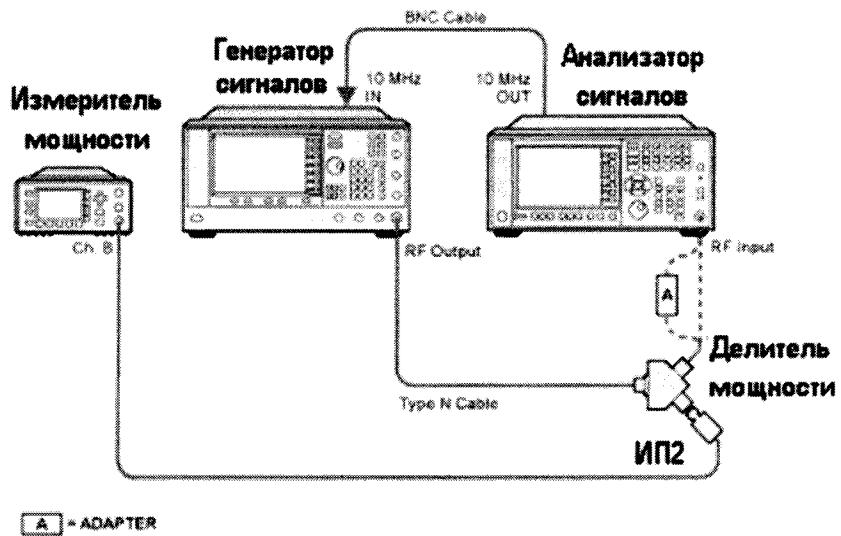

Рисунок 5
7.3.5.3 Отсоединить ИП1 от делителя. Освободившийся рукав делителя соединить с анализатором спектра (рисунок 5). На анализаторе установить DC coupled, предусилитель выключен, полоса обзора 1 МГц, ослабление аттенюатора 10 дБ. На генераторе установить уровень выходного сигнала -4 дБм, частота 50 МГц. Произвести измерения уровня сигнала уровня -10 дБм на частоте 50 МГц, установить маркер на пик, нажать маркер->дельта. Далее произвести измерения относительно 50 МГц на частотах  $3 \times 10^5, 1 \times 10^6, 5 \times 10^6, 1 \times 10^7, 15 \times 10^7, 45 \times 10^7, 95 \times 10^7, 1,25 \times 10^9, 1,85 \times 10^9, 2,25 \times 10^9, 2,95 \times 10^9, 3,55 \times 10^9$  Гц. Полученные значения зафиксировать, вычислить погрешность, учитывая погрешность делителя мощности.
7.3.5.6 Отсоединить ИП1 от делителя. Освободившийся рукав делителя с аттенюатором соединить с анализатором спектра (рисунок 5). На анализаторе установить DC coupled, предусилитель включен, полоса обзора 1 МГц, ослабление аттенюатора 10 дБ. На генераторе установить уровень выходного сигнала -4 дБм, частота 50 МГц. Произвести измерения уровня сигнала на частоте 50 МГц, установить маркер на пик, нажать маркер->дельта. Далее произвести измерения относительно 50 МГц на частотах  $3 \times 10^5$ ,  $1 \times 10^6$ ,  $5 \times 10^6$ ,  $1 \times 10^7$ ,  $15 \times 10^7$ ,  $45 \times 10^7$ ,  $95 \times 10^7$ ,  $1,25 \times 10^9$ ,  $1,85 \times 10^9$ ,  $2,25 \times 10^9$ ,  $2,95 \times 10^9$ ,  $3,55 \times 10^9$  Гц. Полученные значения зафиксировать, вычислить погрешность.
7.3.5.8 Отсоединить ИП1 от делителя. Освободившийся рукав делителя соединить с анализатором спектра (рисунок 5). На анализаторе установить DC coupled, предусилитель выключен, полоса обзора 1 МГц, ослабление аттенюатора 10 дБ. Произвести измерения уровня сигнала уровня -10 дБм на частотах  $3,65 \times 10^9$ ,  $5,05 \times 10^9$ ,  $6,05 \times 10^9$ ,  $7,05 \times 10^9$  (для опций 503, 508, 513, 526, 543, 544, 550),  $8,05 \times 10^9$ ,  $8,35 \times 10^9$  (для опций 508, 513, 526, 532, 543, 544, 550),  $9,05 \times 10^9$ ,  $10,05 \times 10^9$ ,  $11,05 \times 10^9$ ,  $12,05 \times 10^9$ ,  $13,05 \times 10^9$ ,  $13,55 \times 10^9$  (для опций 513, 526, 543,
7.3.5.10 Отсоединить ИП1 от делителя. Освободившийся рукав делителя соединить с анализатором спектра (рисунок 5). На анализаторе установить DC coupled, предусилитель выключен, полоса обзора 1 МГц, ослабление аттенюатора 10 дБ. Произвести измерения уровня сигнала уровня -10 дБм на частотах из п. 7.3.6.9. Измерения проводить дельта-маркером относительно 50 МГц. Полученные значения зафиксировать, вычислить погрешность, учитывая погрешность делителя мощности.